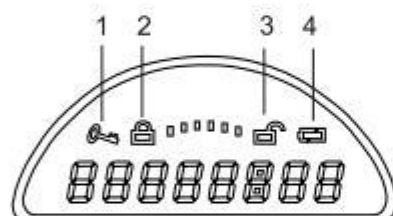

图2
液晶显示屏用于显示输入的密码和各种状态符号（如图2）：
2. 按一下“”键，显示屏会显示“”符号（见图2）；
4. 找到门后电池盒位置，按照图5指示的方向移开电池盒盖，按下“用户密码设置按钮”，蜂鸣器会发出“哔、哔”二声提示音，提示进入密码修改状态，液晶显示屏上显示“”符号（见图2）；
输入您的密码，液晶显示屏上会显示您所输入的数字（见图2）；
按“”键，液晶显示屏上会显示“”符号（见图2）；